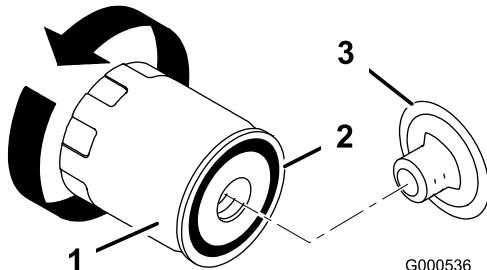

Figura 27
9. Cambie el filtro de aceite, si es necesario (Figura 27).
2. Retire el filtro usado y límpie con un paño la superficie de la junta del adaptador del filtro (Figura 27).
3. Aplique una capa fina de aceite limpio a la junta de goma sobre el filtro nuevo (Figura 27).
4. Instale el filtro de aceite nuevo en el adaptador del filtro. Gire el filtro de aceite en el sentido de las agujas del reloj hasta que la junta de goma entre en contacto con el adaptador del filtro, luego apriete el filtro media o tres cuartos de vuelta más (Figura 27).